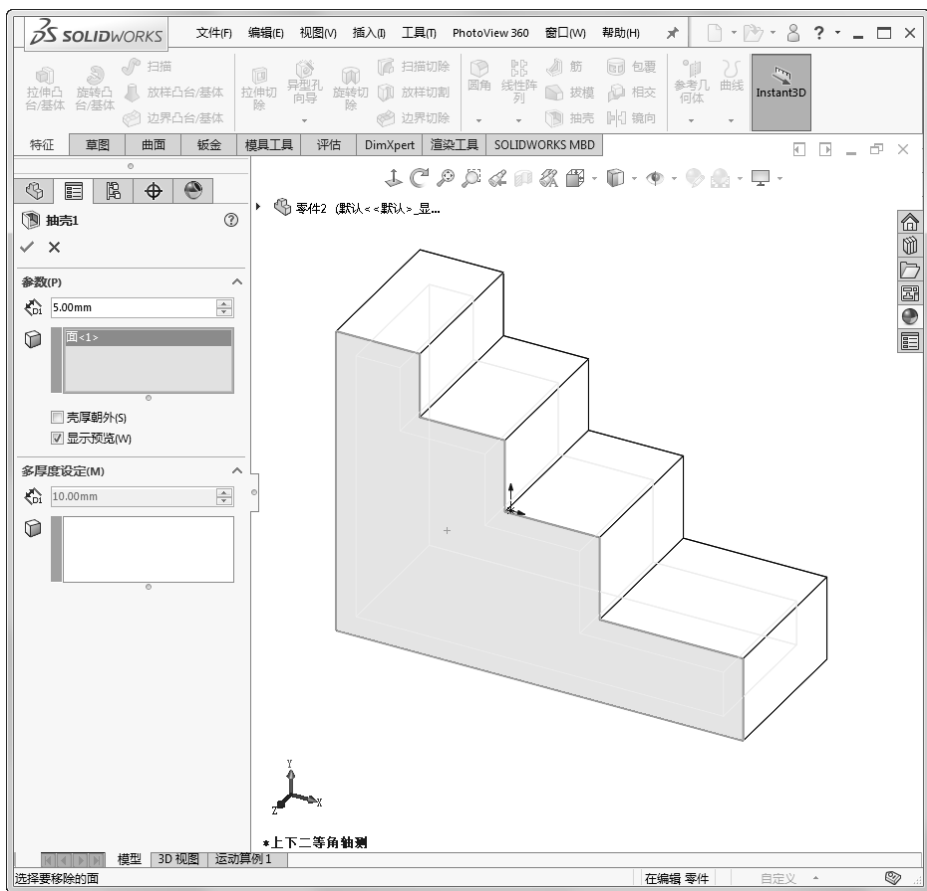

图 6-65 选择开口面
- 3) 单击（要移除的面）图标右侧的列表框，然后从右侧的图形区中选择一个或多个面作为开口面。此时在列表框中显示所选的开口面，如图 6-65 所示。